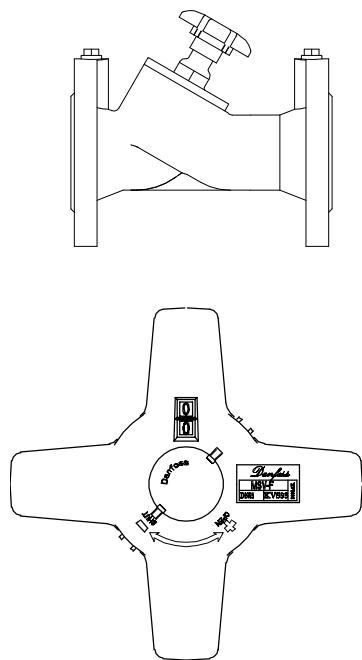

Fig. 1
- Position of the plug at DN 15 - 150 is shown on two digit display. The outer digit shows the basic setting and the internal digit shows every tenth of the turn. See Fig. 1.
- Die Handradstellung bei Ventilen DN 15 – 150 wird in einer 2stelligen Digitalanzeige dargestellt. Die äußere Zahl zeigt die vollen Umdrehungen des Handrades, die innere Zahl zehntel Umdrehungen. Siehe Fig. 1.